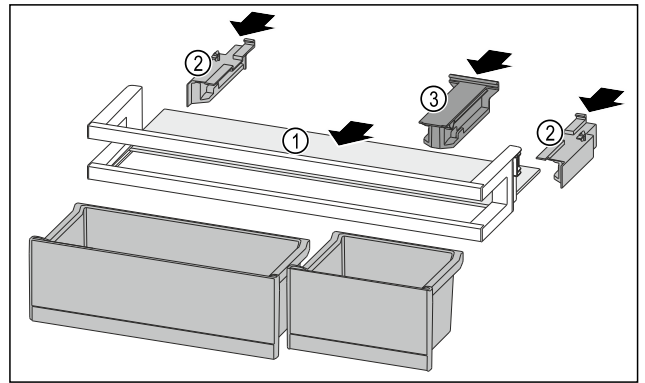

Fig. 231
- ▶ 将搁板 Fig. 231 (1)推入侧面凹槽。
- ▶ 插入侧面部分 Fig. 231 (2)。
- ▶ 插入定位件 Fig. 231 (3)。